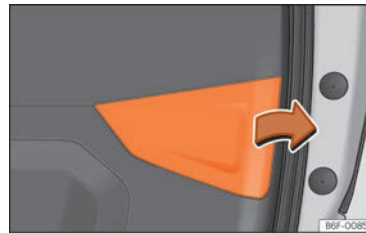

Fig. 174 Porta posterior oberta: retirar la tapa.
- Traieu la tapa de la porta posterior en la direcció de la fletxa »» fig. 174.